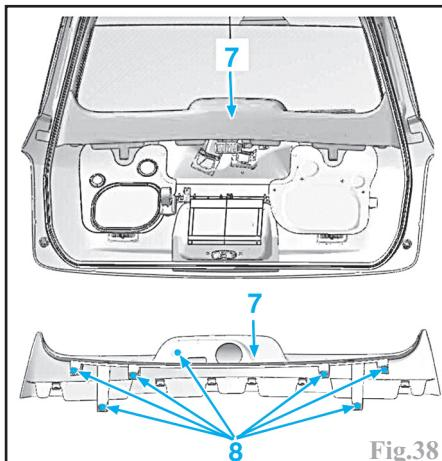

Fig.38
-dégrafer les fixations (8) de garniture (7) et la déposer (Fig.38).